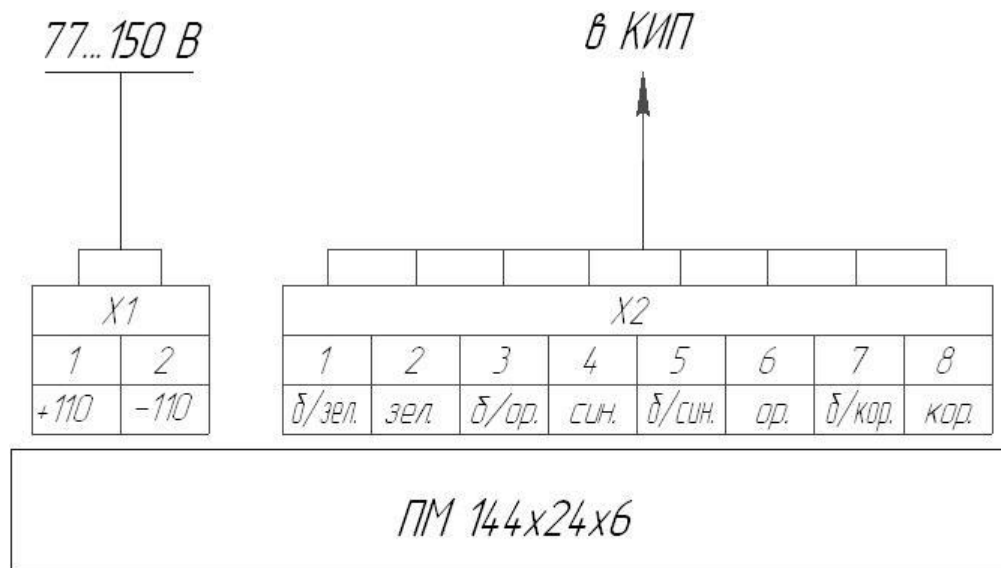

Рис.2 Схема подключения ПМ 144x24x6.
4.2 Подключение панели маршрутной необходимо произвести согласно схеме на рис.2